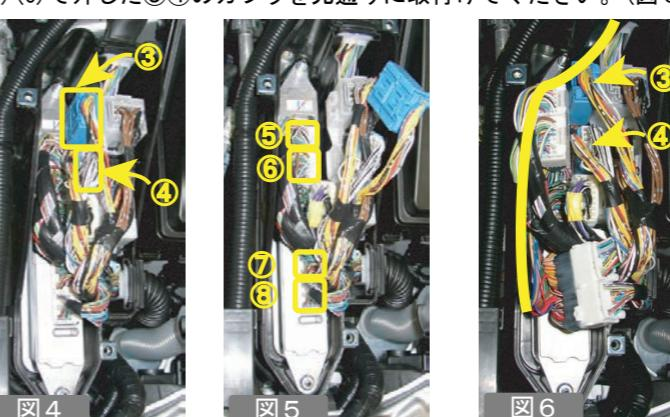

図4
- ③④のカプラを白い樹脂ケースから取外してください。(図4)